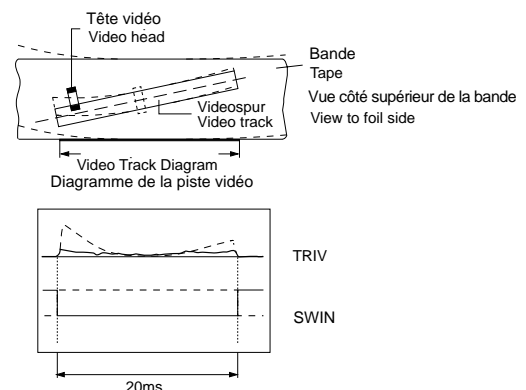

Fig. 24
- Réglage: En ajustant le guide-bande de chargement gauche et droit (Pos. 23 et Pos. 26) à l'aide du tournevis de réglage, régler le signal de suivi de piste "TRIV" de façon à le rendre aussi plat que possible avec l'amplitude minimale (Fig. 24).
- Adjustment: With the adjustment screw driver set the reverse roller of the left and right threading roller units (Pos. 23 and Pos. 26) to make the tracking signal "TRIV" as straight and flat as possible (Fig. 24).